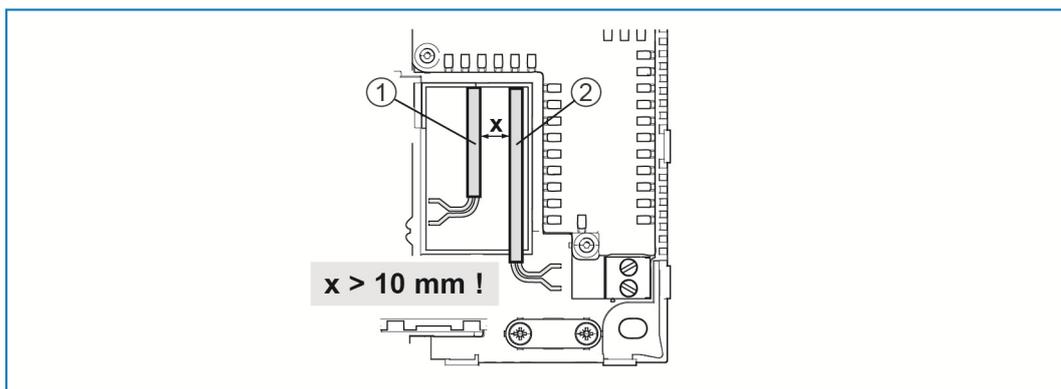

Рис. 4: Цели тока БСНН
- » При монтаже следует обеспечить пространственное разделение (> 10 мм) цепей тока БСНН относительно других цепей (см. Рис. 4).